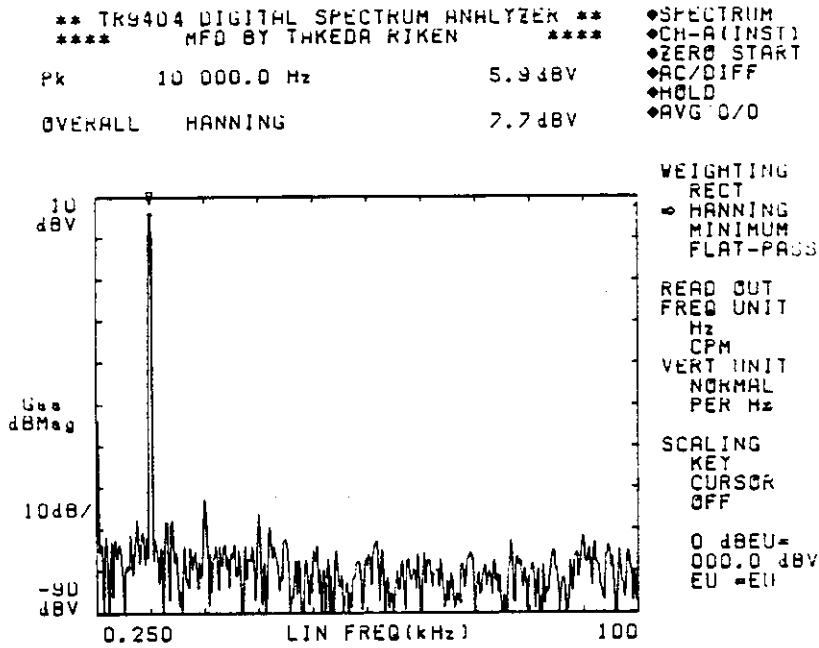

図 7-22 騒音計の CAL. 信号
- ② 騒音計のキャリブレーション信号に応じた周波数レンジを設定します。
- ③ 「**VIEW**」セクションの  SPECTRUM スイッチを押して、CH-A のスペクトラムを表示させます。〔図 7-22〕参照